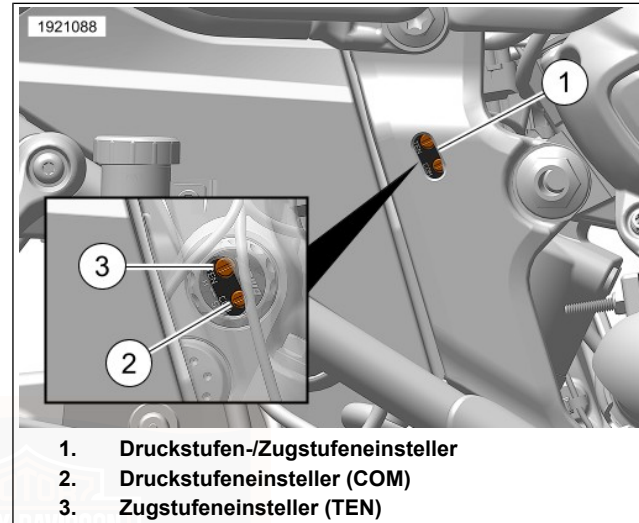
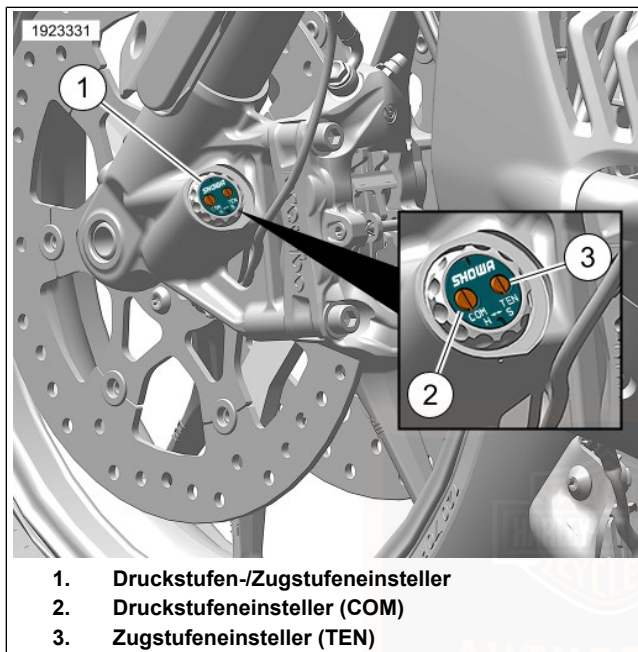

Abbildung 16. Druckstufen-/Zugstufeneinsteller am Hinterradstoßdämpfer
Abbildung 17. Druckstufen-/Zugstufeneinsteller an der Vorderradgabel
1. Siehe Abbildung 16 oder Abbildung 17. Mit einem Schlitzschraubendreher den Zugstufeneinsteller (3) im Uhrzeigersinn in Richtung H (hart) bis zum Anschlag drehen. Dies ist die maximale Zugstufendämpfungseinstellung.
1. Siehe Abbildung 16 oder Abbildung 17. Mit einem Schlitzschraubendreher den Druckstufeneinsteller (2) im Uhrzeigersinn in Richtung H (hart) bis zum Anschlag drehen. Das ist die maximale Druckstufendämpfungseinstellung.